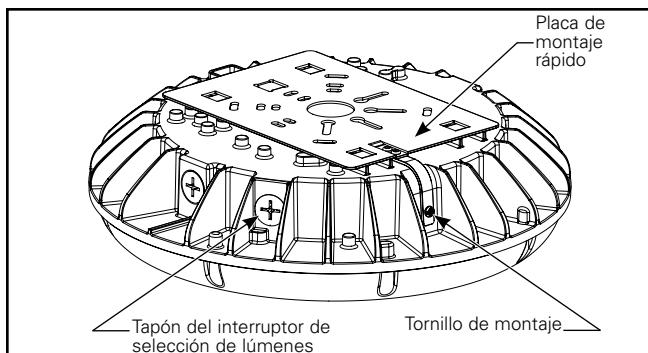

Figura 1.
1. Con un destornillador con cabeza Phillips, retire el tapón del interruptor de selección de lúmenes (Figura 1).
3. Con un destornillador de cabeza Phillips, vuelva a instalar el tapón del interruptor de selección de lúmenes que se retiró en el paso 1 (Figura 1). Ajuste a 10-13 pulg-lb (1,12-1,46 Nm).
1. Retire y conserve el tornillo de montaje que sujetá la placa de montaje rápido a la carcasa (Figura 1). Asegúrese de conservar este tornillo de montaje ya que será necesario más adelante para finalizar la instalación.
7. Sujete la instalación volviendo a instalar el tornillo de montaje que se retiró en el paso 1 (Figura 1). Ajuste a 5 pulg.-lb (0,56 Nm).